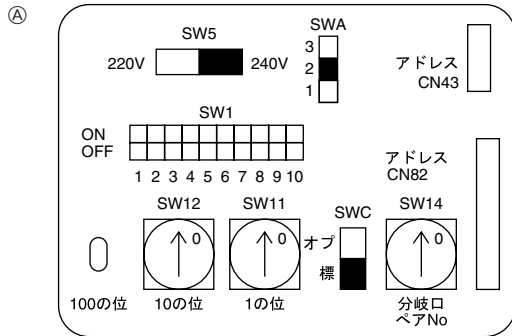

Fig. 6-4
6.3. Adreslerin düzenlenmesi (Fig. 6-4)